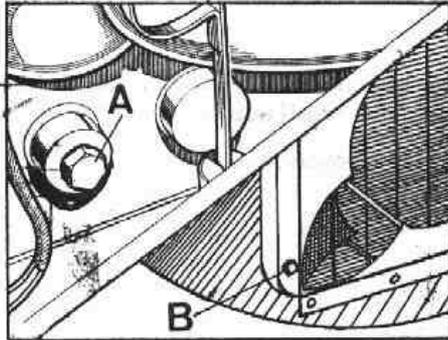

Fig. Q-11 Situación de los elementos para el vaciado del sistema de refrigeración
- 3.3. Quitar el tapón del radiador y vaciar el refrigerante, desmontando el tapón, A (Fig. Q-11) del bloque y el de vaciado, B, del radiador.